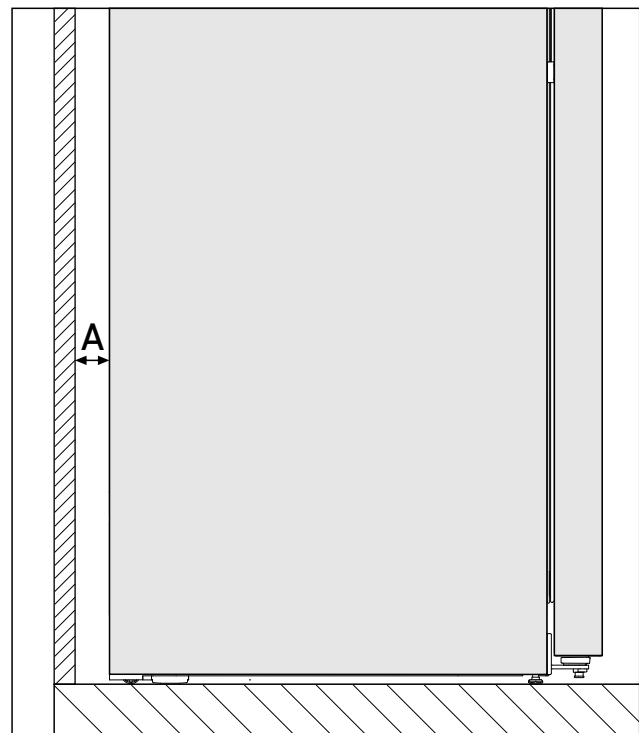

Fig. 3 *
La consommation d'énergie a été déterminée avec une distance des murs *Fig. 3 (A)* entre l'arrière de l'appareil et le mur. Si la distance des murs est inférieure à *Fig. 3 (A)*, cela n'a aucune incidence sur le fonctionnement de l'appareil. En revanche, la consommation d'énergie augmente légèrement lorsque la distance des murs est réduite.*